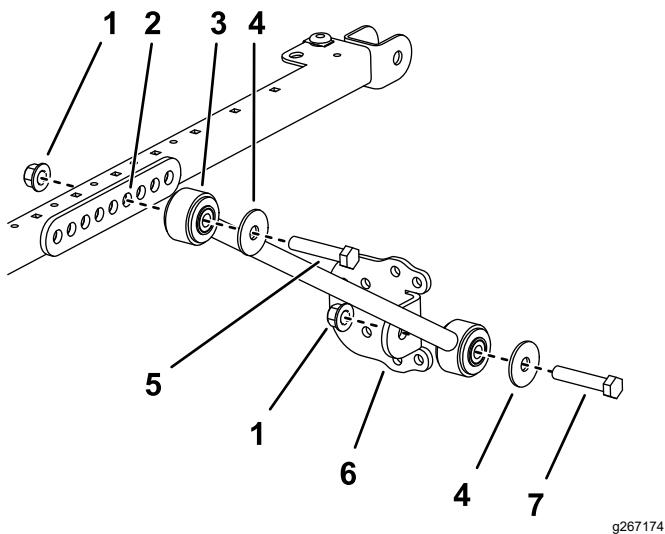

Figura 48
5. En cada lado del bastidor del toldo, monte provisionalmente un acoplamiento de extensión en el cuarto taladro del soporte del tirante con 2 pernos (1/2" x 2 3/4") y 2 tuercas con arandela prensada (1/2"), tal y como se muestra en la Figura 48.
6. Sujete provisionalmente un soporte de tirante a cada tirante con un perno (1/2" x 2 1/2"), una arandela (1/2") y una tuerca con arandela prensada (1/2"), según se muestra en Figura 48.